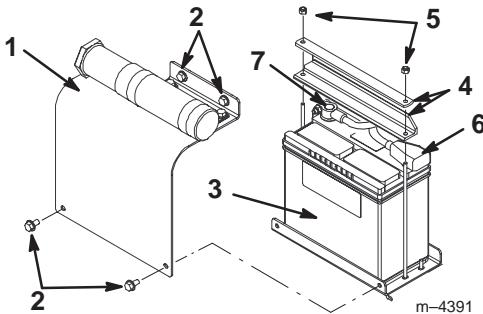

Bild 3
1. Entfernen Sie die vier Schrauben, mit denen die Batterieabdeckung befestigt ist und entfernen die Abdeckung (Bild 3).
2. Entfernen Sie die Muttern und Leisten, mit denen die Batterie gesichert ist (Bild 3).
10. Bauen Sie die Batterie in die Fahrerstation ein (Bild 3).
11. Sichern Sie die Batterie mit den Leisten und Muttern, die Sie vorher entfernt haben, wieder im Chassis ab (Bild 3).
12. Schließen Sie das Pluskabel (rot) am Pluspol (+) an (Bild 3). Schieben Sie die Gummiabdeckung über den Batteriepol.
13. Schließen Sie das Minuskabel (schwarz) am Minuspol (-) an (Bild 3).
14. Bringen Sie die Batterieabdeckung an (Bild 3).